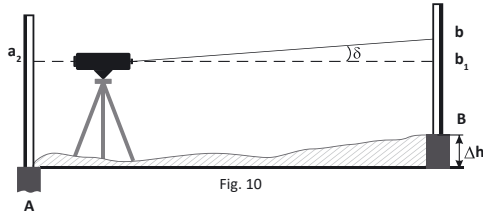

Fig. 10
b) Déplacez le niveau et placez-le à une distance de 1 à 2 m du rail A (Fig. 10). Mettez l'instrument à niveau et prenez les lectures  $a_2$  et  $b_2$  sur les rails A et B, respectivement. Si  $|(a_2 - b_2) - (a_1 - b_1)| < 3$  mm, aucun réglage supplémentaire n'est nécessaire.